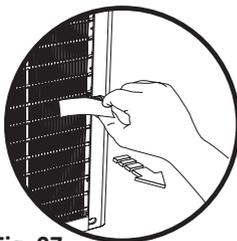

Fig. 07
- Remova a proteção do sistema hidráulico (Fig. 07).